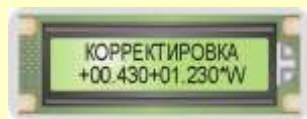

Рис. 11.1. Вид ЖКИ БУК при вводе поправки в корректировочное выражение
12.2. Корректировочное выражение (см. рис. 11.1) в исходном состоянии имеет вид:
a — текущее значение первого слагаемого корректировочного выражения (на рис. 11.1 $a = 0,43$);
b — текущее значение коэффициента при втором слагаемом корректировочного выражения (на рис. 11.1 $b = 1,23$).
нажать кнопку «4», затем «ВВОД», при этом на ЖКИ БУК откроется корректировочное выражение (см. рис. 11.1), мигающий курсор находится на первом слагаемом, он указывает разряд числа, который будет отредактирован при очередном нажатии цифровой кнопки;